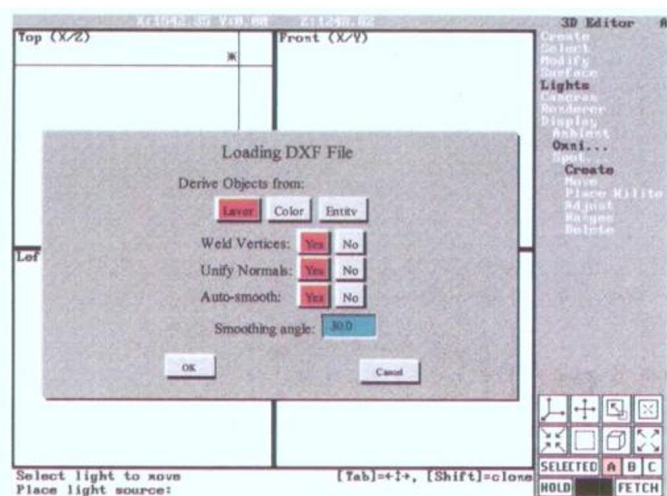

图 2.2
③将Wildcard:改为*.DXF,再输入盘符、目录及文件名,然后回车;也可以完全由鼠标点取相应按钮,最后点取OK或双击文件名确定调入的模型文件名,弹出“Loading DXF File”对话框(图2.2)。